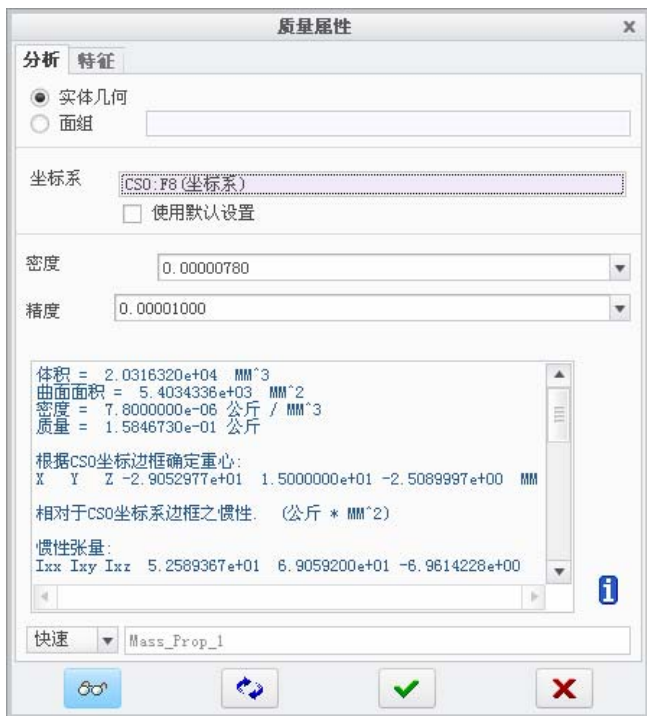

图 8.2.1 “质量属性”对话框
- Step3. 在弹出的“质量属性”对话框中，打开 **分析** 选项卡，如图 8.2.1 所示。
Step6. 在图 8.2.1 所示的 **分析** 选项卡的结果区域中, 显示出分析后的各项数据。